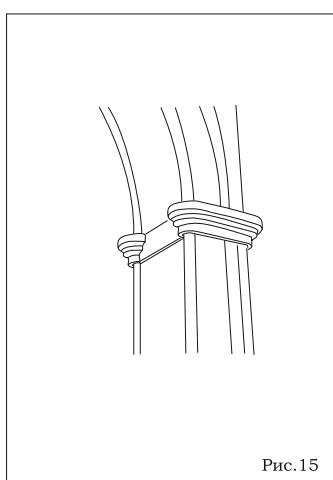
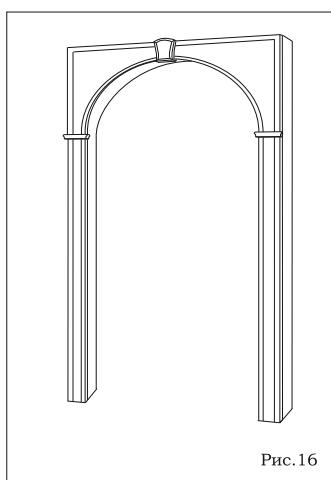

Рис.15
Рис.16
- 3 Вставьте стыковочную планку, входящую в комплект импоста, в пазы импоста. Она должна плотно войти и скрыть стык между пластиналами. Рис. 15. Если Вы приобрели декоративные замки, то их необходимо приклеить на верх арочного элемента, чтобы они скрыли стык. Рис. 16.